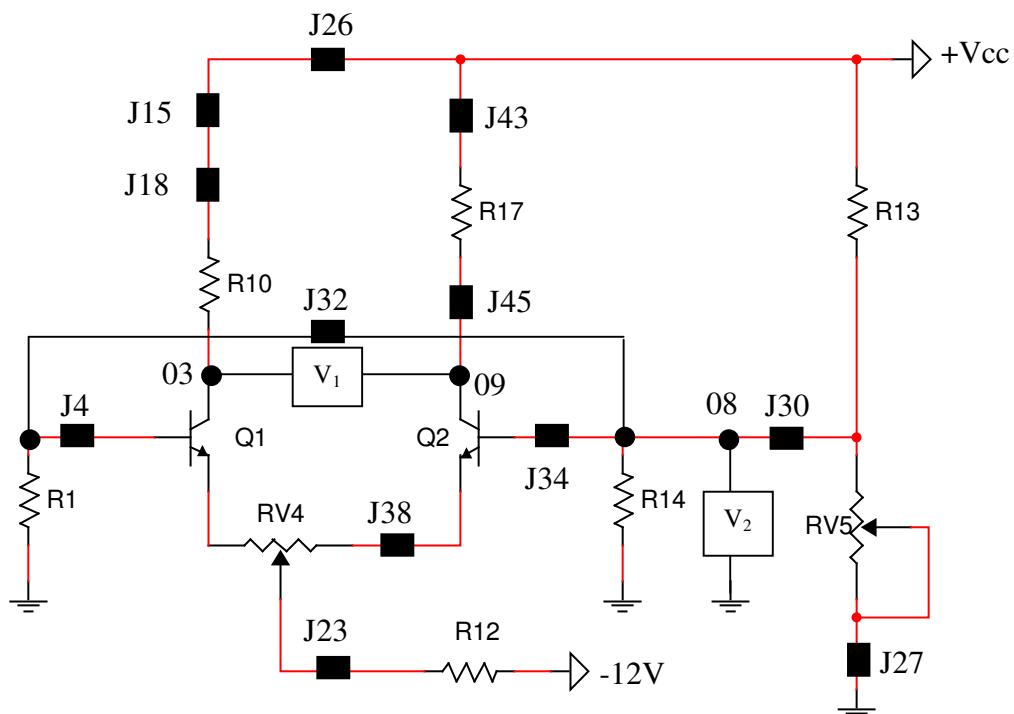

Figura 3 - Montagem do amplificador diferencial na configuração terminação modo comum.
3.1 No circuito anterior conectar o jumper J32, com o intuito de montar a configuração modo comum, conforme ilustra a figura 3.